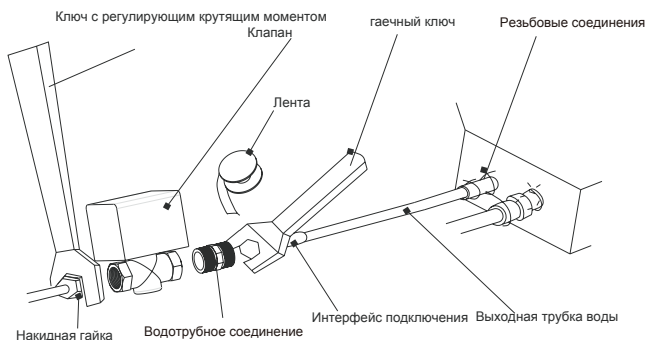

Рис.18
(1) Установка клапана с приводом должна быть выполнена в соответствии с Рис.18. сначала соедините один конец трубного соединения с патрубком подачи воды на блоке, а к другому подсоедините клапан, затем, на конец клапана с электроприводом закрутите конусную гайку. Во время установки, используйте гаечный ключ и ключ с регулирующим крутящим моментом; крутящий момент должен быть в пределах 90 н/м2.